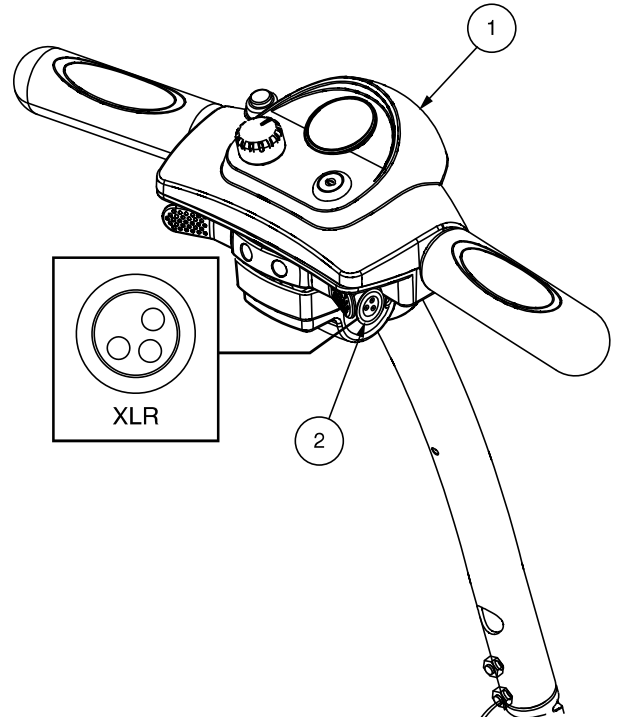

Figure 12. Réceptacle du cordon du chargeur (Branchement du console)
L'extrémité du cordon d'alimentation du chargeur à 3 broches se branche dans cette prise. **Voir les figures 12 et 13.**
**NOTE: Voir les figures 12 et 13 pour déterminer le port de charge XLR approprié en fonction de la configuration de votre scooter.**